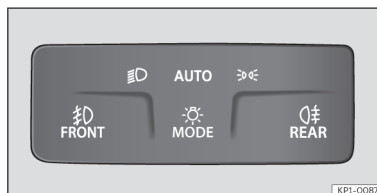

Fig. 101 Panoul de bord: panoul pentru lumini.
- Cuplați contactul și selectați modul **AUTO** de pe panoul de reglare a farurilor >>> **fig. 101**.
- Dezactivați modul **AUTO** de pe panoul de reglare a farurilor >>> **fig. 101**.